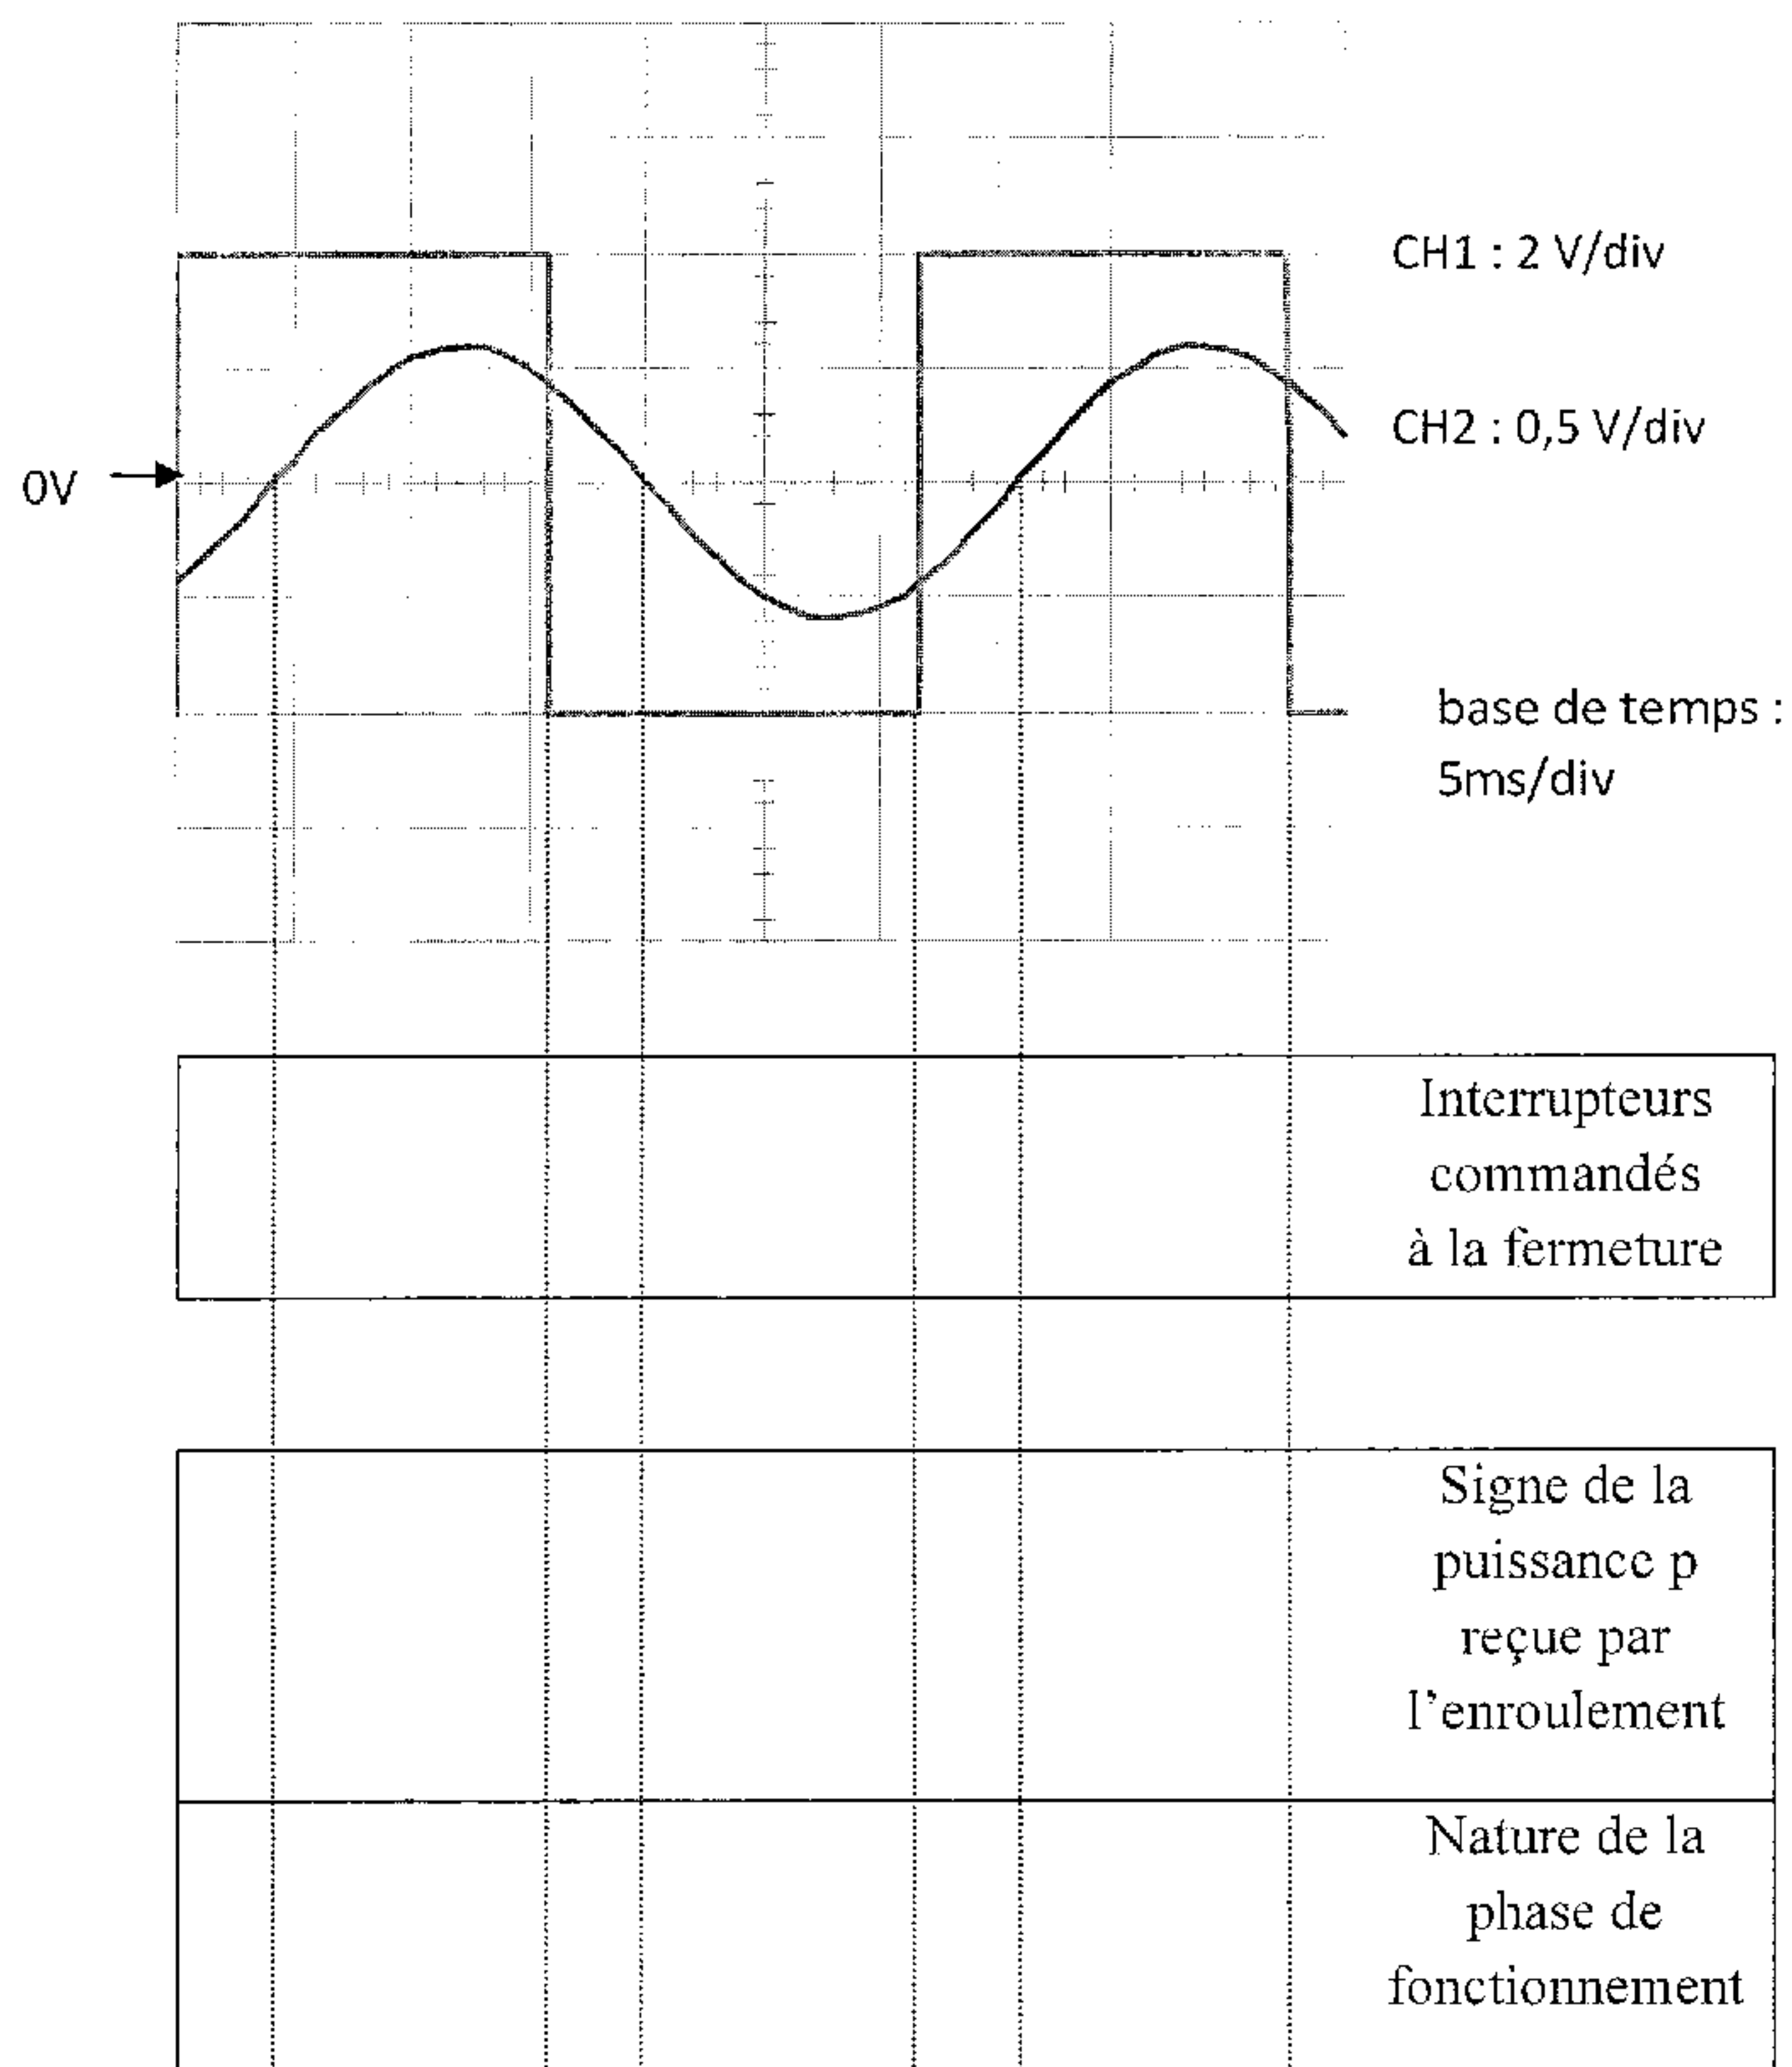

Figure 4
On a relevé à l'oscilloscope (oscillogrammes figure 4 du document-réponse 3 page 9) :
2. Préciser, en concordance de temps avec les oscillogrammes de la figure 4 du document-réponse 3 page 9, quels sont les interrupteurs (K_1 , K_2 , K_3 , K_4) commandés à la fermeture.
8. Quelle est l'expression de la puissance instantanée p reçue par l'enroulement ? En déduire, en concordance de temps avec les oscillogrammes de la figure 4 du document-réponse 3 page 9, le signe de cette puissance p et la nature de la phase de fonctionnement (A : alimentation ; R : récupération).